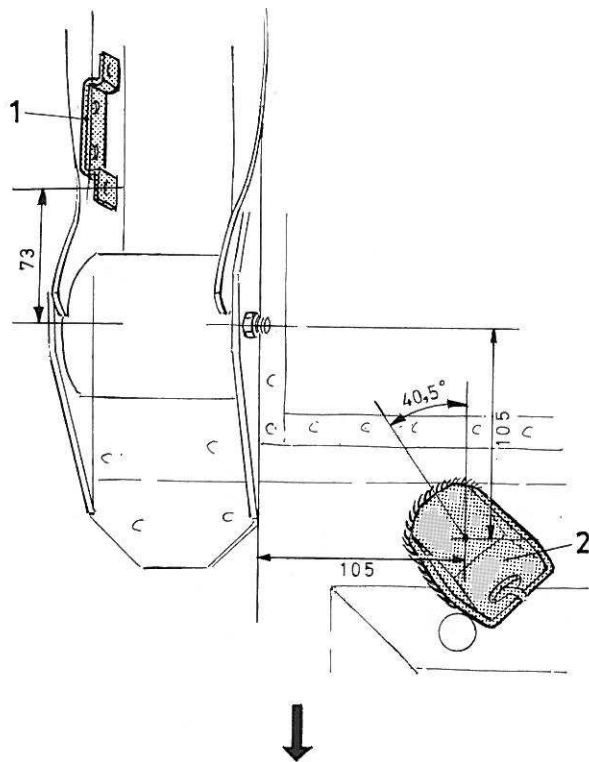

Figure 105. Emplacement des fixations
- Repérer la position des fixations avant (2, figure 105) sur le plancher, en prenant comme point de repère le centre des boulons de fixation des bras de support. Enlever l'enduit asphalté aux endroits indiqués. Fixer les fixations comme l'indique la figure 100 et les souder électriquement en place.
- Percer un trou de 4,3 mm de diamètre dans le sens longitudinal, à 73 mm du centre du boulon et à une hauteur telle que le support (1) se trouve à 2 mm environ du bord de renforcement inférieur du bras de support. Se servir du support comme gabarit et percer un trou pour la vis arrière de fixation. Répéter les mêmes opérations sur l'autre côté. Bien fixer les supports.